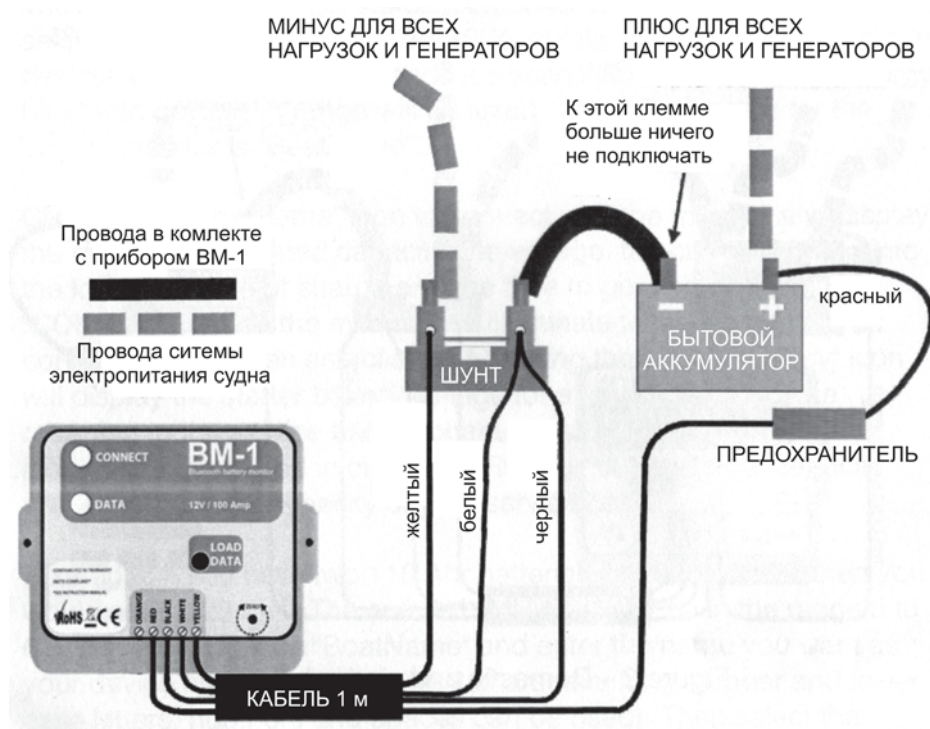

Рис. 1. Схема контроля за бытовым аккумулятором
1. Подсоедините кабель шунта к прибору, как показано на рис. 1. Обратите внимание, что белый и черный провода соединяются на клемме шунта, а со стороны прибора подключаются по отдельности.
4. Отсоедините все провода от отрицательной клеммы аккумулятора и подключите шунт, как показано на рис. 1. Шунт должен быть защищен от воды, грязи и возможного короткого замыкания с другими элементами системы. Учтите, что при большом токе шунт может нагреваться, поэтому рядом не должно быть легкоплавких и горючих деталей. Не затягивайте клеммы шунта слишком сильно.
5. Подсоедините черный, белый и желтый провода к шунту, как показано на рис. 1.